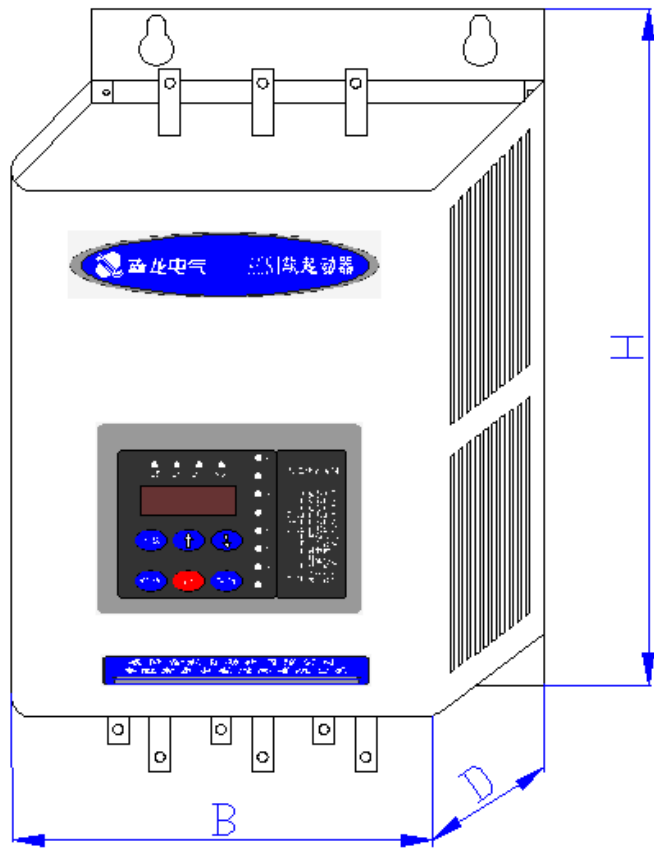

图 8 ACS3 外形
1、 外形规格：（见图 8 ACS3 外形；见表 5 外形及安装尺寸表）